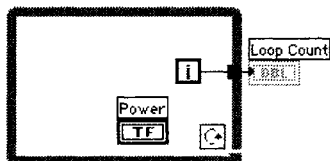

Рис. 6.12
9. Теперь перейдите к диаграммной панели и переместите элемент отображения счетчика числа итераций за пределы цикла, как показано на рис. 6.12. Вам придется вновь соединять элемент отображения, а точка выхода создается автоматически во время выведения проводника из цикла.